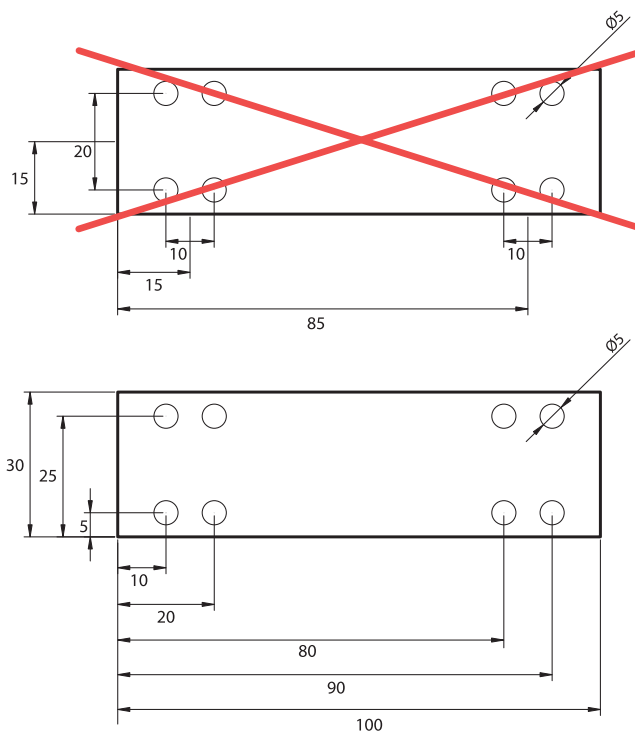

Fig. 1.3
- Als er bij de productie nog gerekend moet worden om bepaalde maten te achterhalen, zouden er fouten kunnen optreden. Houd bij de bemating daarom al rekening met het produceren van het product. Kies bij boren en lassen voor absolute bemating. (Fig. 1.3)